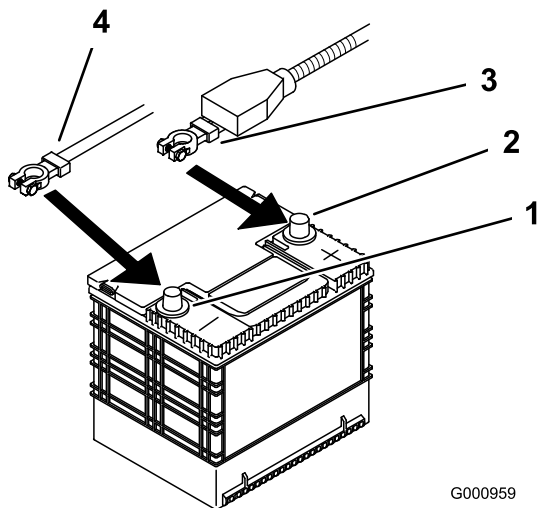

Figura 45
4. Primero desconecte el cable negativo del borne negativo (-) de la batería (Figura 45).
5. Retire la cubierta de goma roja del borne positivo (rojo) de la batería. Luego retire el cable positivo (rojo) de la batería (Figura 45).
4. Fije los cables con 2 pernos (1/4 x 3/4 pulg.), 2 arandelas (1/4 pulg.), y 2 contratuercas (1/4 pulg.) (Figura 45).